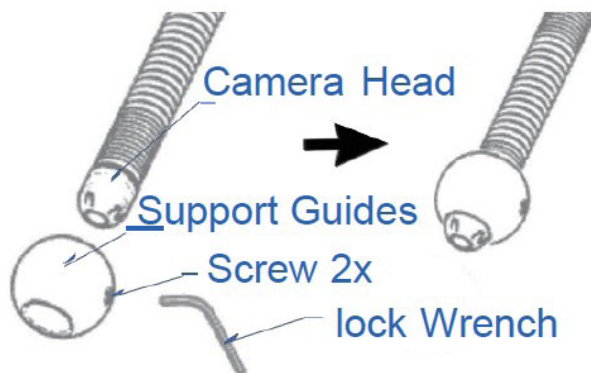

Figura 15. Installazione delle guide di supporto da 28 mm
5.3.a Installare le guide di supporto da 28 mm (Figura 15)